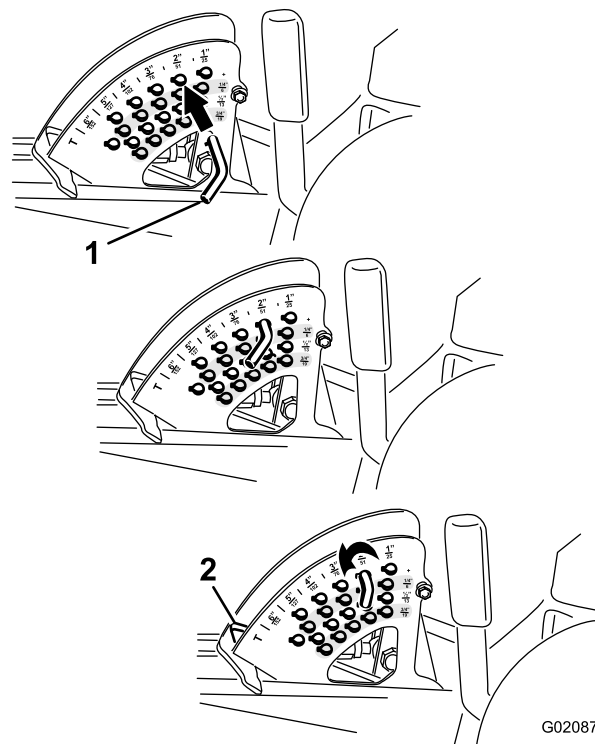

Figura 20
Nota: Para bloquear a plataforma do cortador numa posição elevada, levante a plataforma passando a posição de 15 cm, retire o pino de bloqueio da altura de corte e coloque o pino na posição da altura de corte de 15 cm (Figura 20).
2. Para ajustar, rode o pino de bloqueio até que o pino do mesmo fique alinhado com as ranhuras nos orifícios no suporte da altura de corte e remova-o (Figura 20).
3. Selecione um orifício, no suporte da altura de corte, que corresponda a altura de corte desejada, insira o pino e rode-o para o bloquear no lugar (Figura 20).
Nota: Existem quatro filas de posições de orifícios (Figura 20). A fila de cima dá-lhe a altura de corte indicada por cima do pino. A segunda fila dá-lhe a altura de corte indicada mais 6 mm. A terceira fila dá-lhe a altura de corte indicada mais 12 mm. A fila de baixo dá-lhe a altura de corte indicada mais 18 mm. Para a posição de 15,8 cm só existe um orifício, colocado na segunda fila. Isto não acrescenta 6 mm à posição de 15,8 cm.